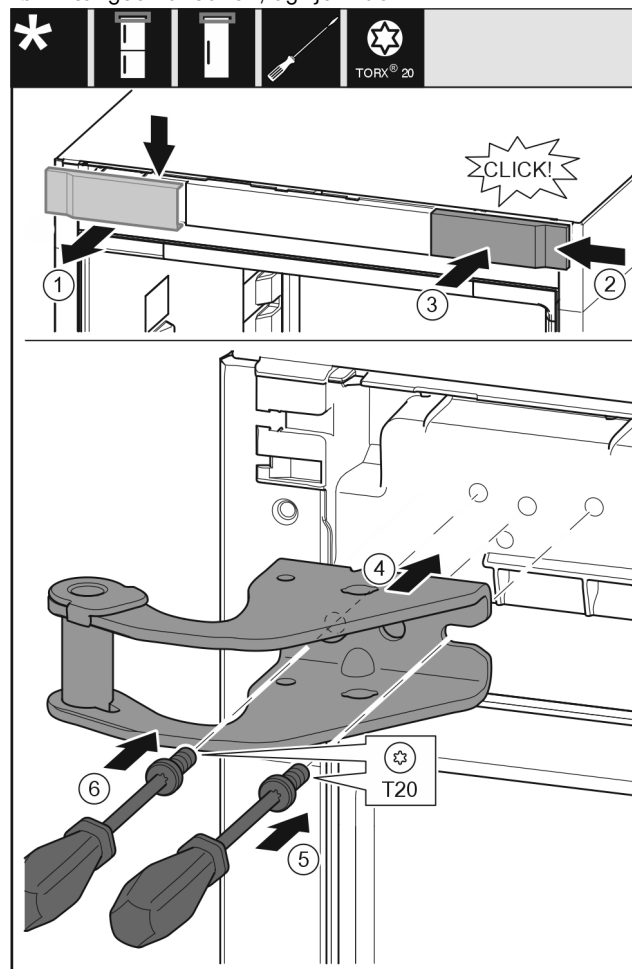

Fig. 11
- ▶ Tag afdækningen af opefter. Fig. 11 (1)
- ▶ Drej afdækningen 180°, og anbring på plads i den anden side fra højre. Fig. 11 (2)
- ▶ Sørg for, at afdækningen går i indgreb. Fig. 11 (3)
- ▶ Anbring den øverste hængselkonsol. Fig. 11 (4)
- ▶ Sæt skruen i med skruetrækkeren T20, og stram den. Fig. 11 (5)
- ▶ Sæt skruen i med skruetrækkeren T20, og stram den. Fig. 11 (6)